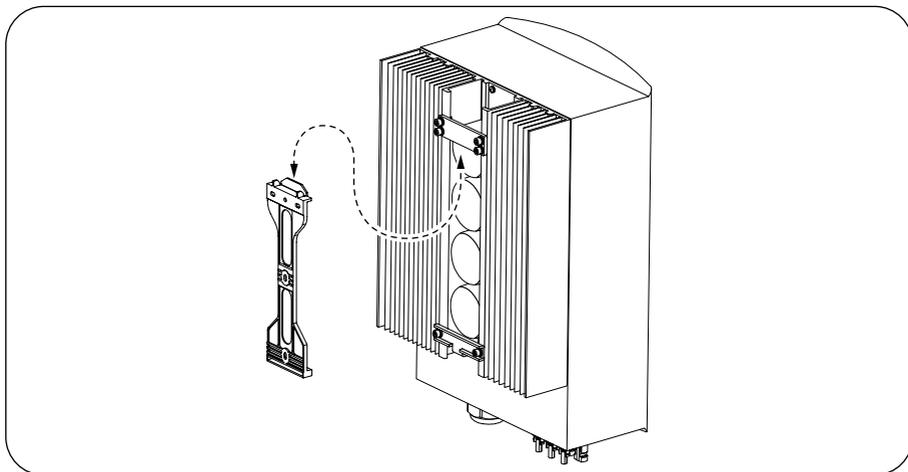

Figura 12 - Staffa di fissaggio a muro
- Sollevare l'inverter (fare attenzione a evitare strappi muscolari) e allineare la staffa posteriore sull'inverter con la sezione convessa della staffa di fissaggio a muro. Appendere l'inverter sulla staffa di fissaggio a muro e assicurarsi che l'inverter sia sicuro (vedere Figura 12).